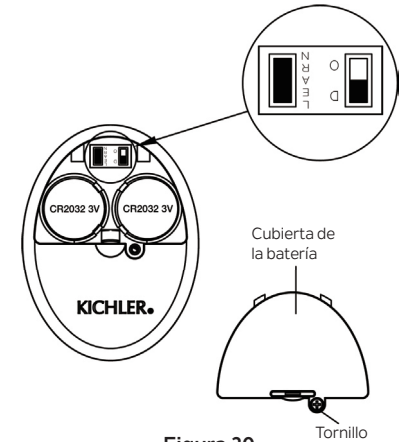

Figura 30
De lo contrario, el control remoto no funcionará. Para realizar este proceso manualmente, siga los pasos a continuación: Después de instalar y cablear la unidad, restaure la energía a su ventilador, presione y mantenga presionada la tecla LEARN (Aprender) durante 1 y 3 segundos, el ventilador se encenderá a velocidad media y la luz (si está instalada) se encenderá. Esto confirma que se ha completado el proceso de aprendizaje. Esta operación debe completarse dentro de los 30 segundos después de restaurar la energía al ventilador. (Figura 30)
**NOTA:** Asegúrese de que el interruptor deslizante en el compartimiento de la batería marcado "D O" esté en la posición "D". (Figura 30)
**Paso 4.** Vuelva a colocar la cubierta de la batería y apriete con un destornillador. (Figura 30)